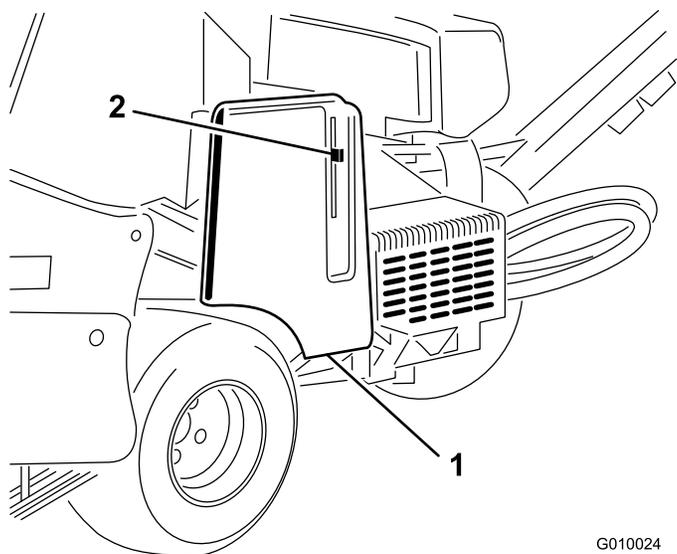

図 61
2. ベルトカバーのラッチを外し、カバーを取り外す 図 61。